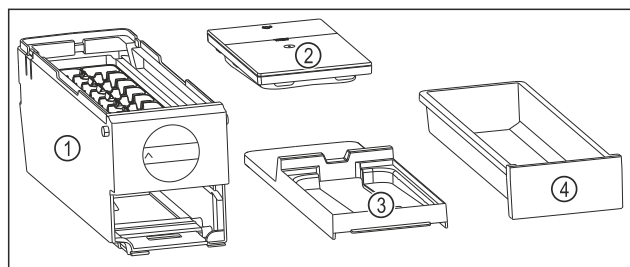

Fig. 78 Составные части EasyTwist-Ice
- ▷ EasyTwist-Ice разобран на четыре части. (см. Fig. 78)
- ▶ Разбирайте EasyTwist-Ice только на составные части, представленные на рисунке. (см. Fig. 78)
- ▶ Очищайте корпус EasyTwist-Ice Fig. 78 (1) как цельное устройство.